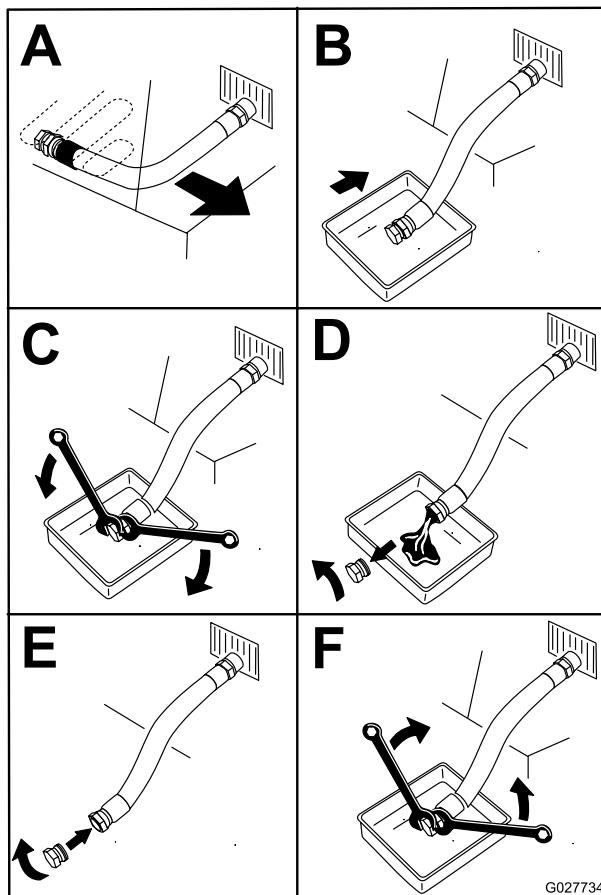

Figure 52
5. Vidangez l'huile moteur (Figure 52).